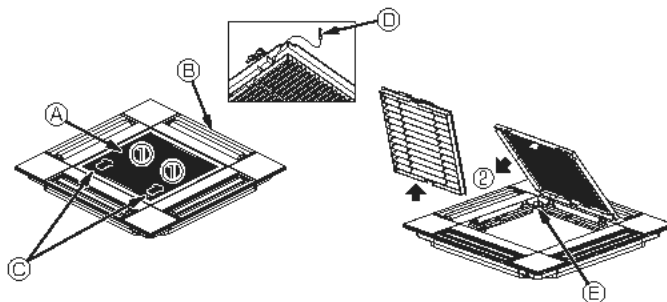

Fig. 10-3
10.2.1. Αφαίρεση της γρίλιας εισαγωγής (Fig. 10-3)